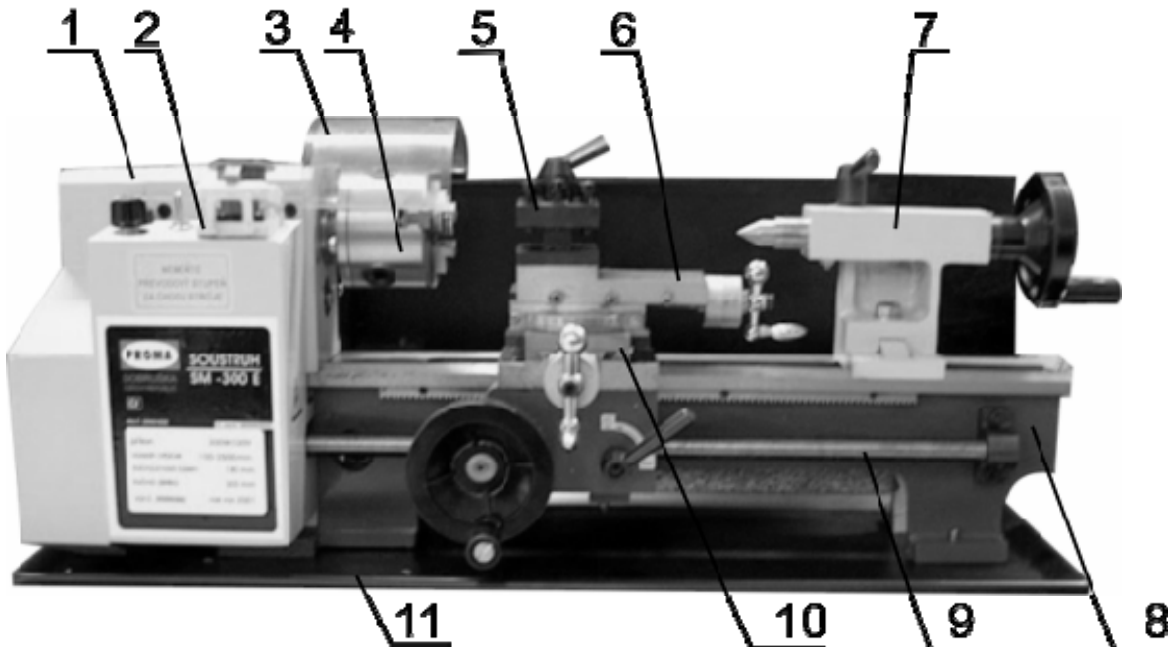

Рисунок 2.
3.3. Узлы и детали оборудования (см. рис. 2 и 2а).
Рисунок 2а